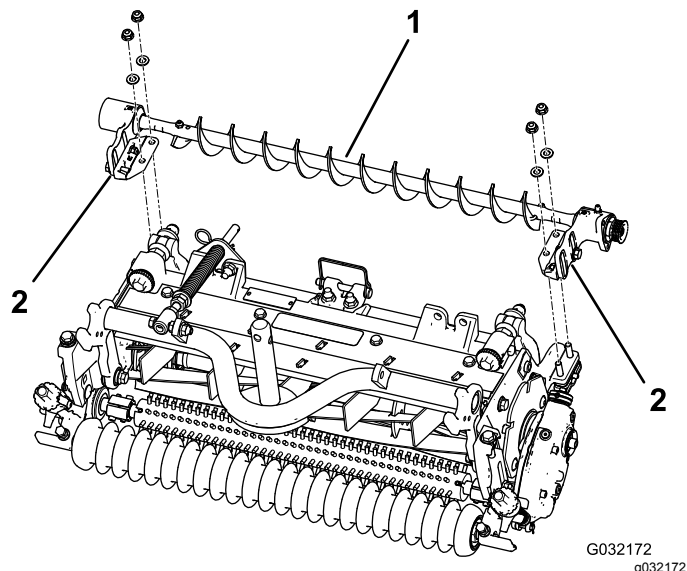

Figura 4
5. Coloque los soportes de montaje izquierdo y derecho del cepillo de rodillo sobre los pernos de los soportes del rodillo (Figura 4).